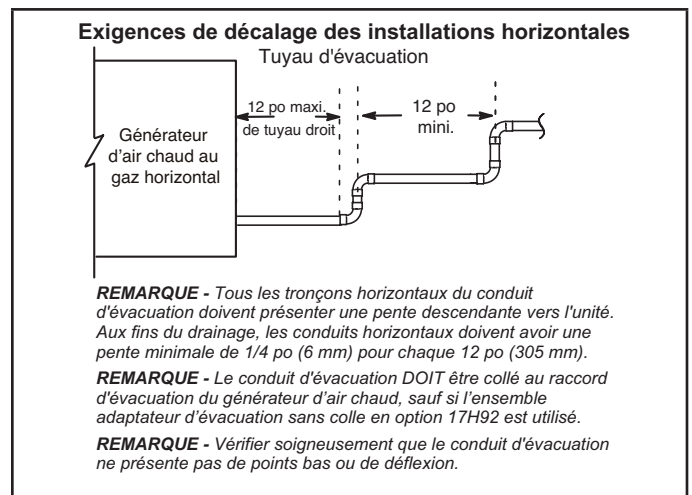

Figure 22
**Conduit d'évacuation (Figure 22, Figure 24 et Figure 25)**